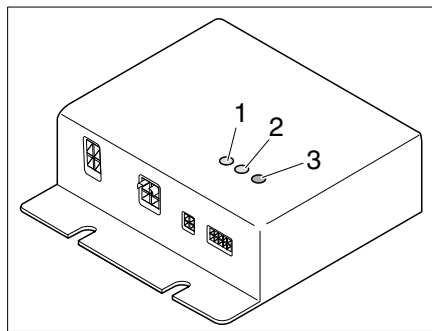

Fig. 319 Régulateur
Le régulateur (Fig. 319) est monté dans la penderie. Les voyants de contrôle qui se trouvent sur le régulateur ont la signification suivante :
- La DEL de contrôle (Fig. 319,1) CC1 s'allume en vert: le circuit de chauffage 1 est en service
- La DEL de contrôle (Fig. 319,2) CC2 s'allume en vert: le circuit de chauffage 2 est en service
- DEL de défaut (Fig. 319,3)